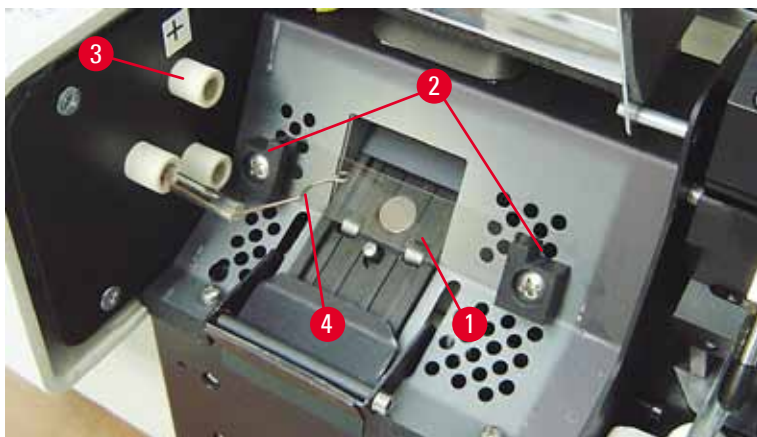

Fig. 17
5. Pass på at kontaktfjæren (→ "Fig. 16-2") er fjernet fra tennkabelen (→ "Fig. 17-4") på lampen (se også (→ "Fig. 17") og (→ "Fig. 18-1")).